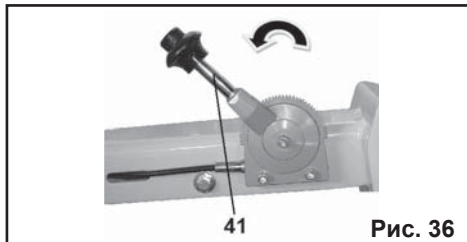

Рис. 36
12.3. Установите рычаг управления оборотами (41) в положение **МАКСИМАЛЬНЫЕ ОБОРОТЫ ДВИГАТЕЛЯ** (Рис. 36) при полностью открытой дроссельной заслонке.
12.5. Для уплотнения участка используйте каток вместе с вибрацией, которая позволяет вам более эффективно трамбовать (асфальтировать) поверхность. Вибрацию можно отрегулировать при помощи плавного перемещения рычага управления оборотами (41) (Рис. 36).
9.3. Переместите рычаг управления оборотами (41) в положение **МАКСИМАЛЬНЫЕ ОБОРОТЫ ДВИГАТЕЛЯ** (Рис. 36).